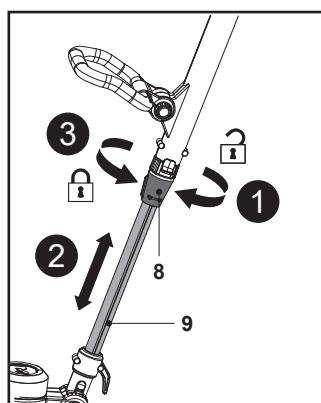

Fig. 5
- Slăbește manșonul de blocare (8) în sens orar (fig. 5, pasul 1).
- Trage afară tija inferioară (9) sau apas-o pentru a adapta lungimea (fig. 5, pasul 2).
- Strânește manșonul de blocare (8) în sens antiorar (fig. 5, pasul 3).